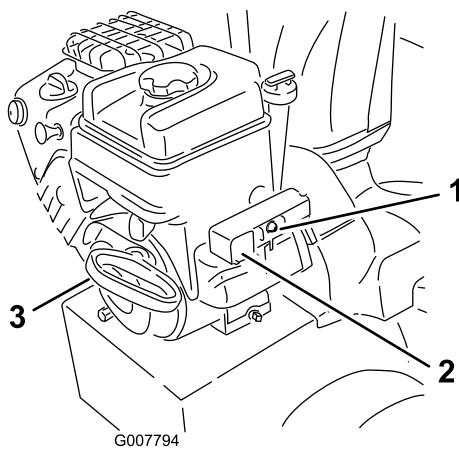

Figure 30
7. Démarrez la souffleuse à neige en tirant sur le lanceur ou en appuyant sur le bouton du démarreur électrique (Figure 30).